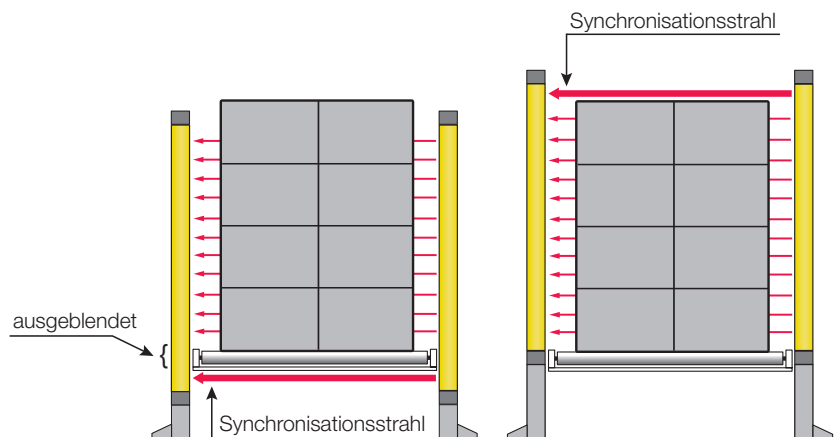

Bild 10: Anordnung des Lichtvorhangs, falls Gatingzeiten > 60 s benötigt werden
1. Der oberste Strahl dient als Synchronisationsstrahl. Die Höhe des Lichtvorhangs wird so gewählt, dass der Synchronisationsstrahl immer oberhalb der höchsten Stelle des Transportgutes verläuft (Bild 10, rechts).
2. Der unterste Strahl dient als Synchronisationsstrahl. Das Schutzfeld ist so angeordnet, dass der Synchronisationsstrahl z. B. unterhalb einer Förderstrecke verläuft. Die Strahlen des Sicherheitslichtvorhangs werden dabei zum Teil von der Förderstrecke unterbrochen. Dieser Bereich kann mit der Funktion ‚feste Strahlausblendung mit 1 Strahl Toleranz‘ ausgeblendet werden (Bild 10, links).